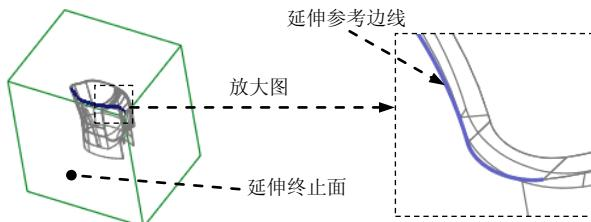
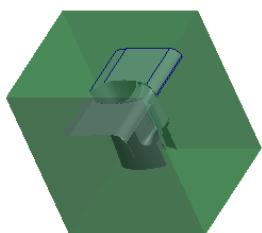

图 17.12 延伸参考边线
图 17.13 延伸曲面 2
- (1) 选取图 17.12 所示的复制曲面的边线（为了方便选取复制边线和创建延伸特征，遮蔽参考模型并取消遮蔽坯料）。
- (2) 单击 **分型面** 功能选项卡 **编辑** ▾ 区域的 **延伸** 按钮，此时出现 **曲面延伸：曲面延伸** 操控板。
- (3) 选取延伸的终止面。在操控板中按下 按钮，选取图 17.12 所示的坯料表面为延伸的终止面。
- (4) 单击 按钮，完成延伸曲面的创建。
Step10. 创建图 17.13 所示的延伸曲面 2。